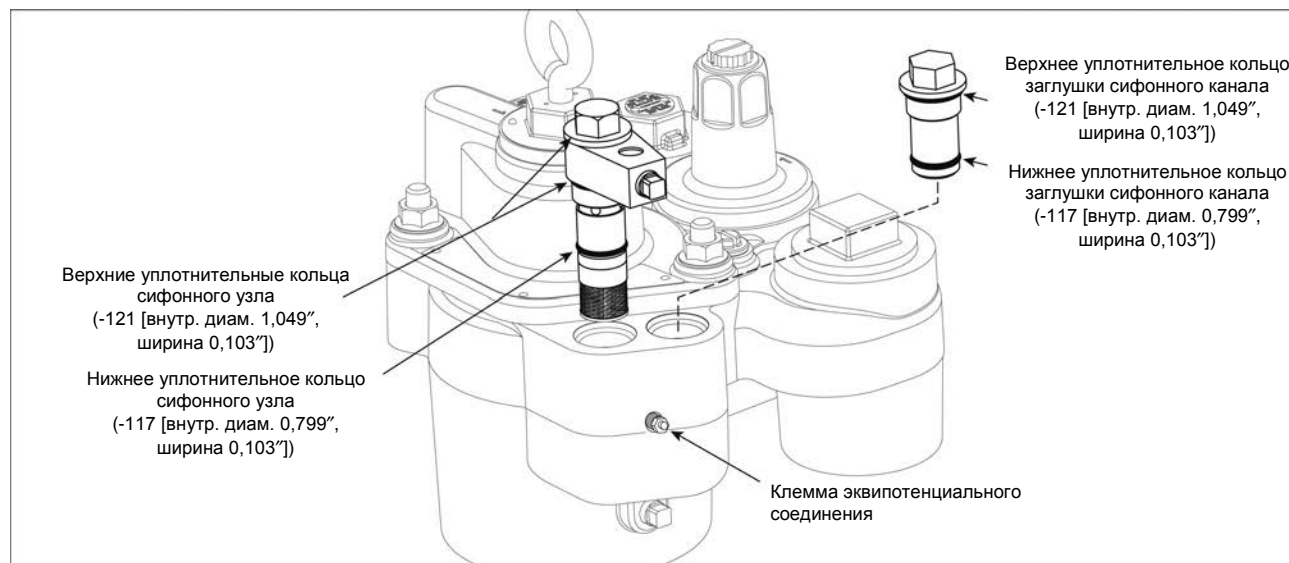

Рисунок 21. Установка сифонного узла в манифольд
5. Вставьте сифонный элемент в сифонный канал (см. рисунок 21). Установите (поверните) выходной канал сифона в нужное положение и рукой вверните сифонный элемент за шестигранный выступ его корпуса. Затяните сифонный элемент с усилием 25–30 футо-фунтов (34–41 Н·м).